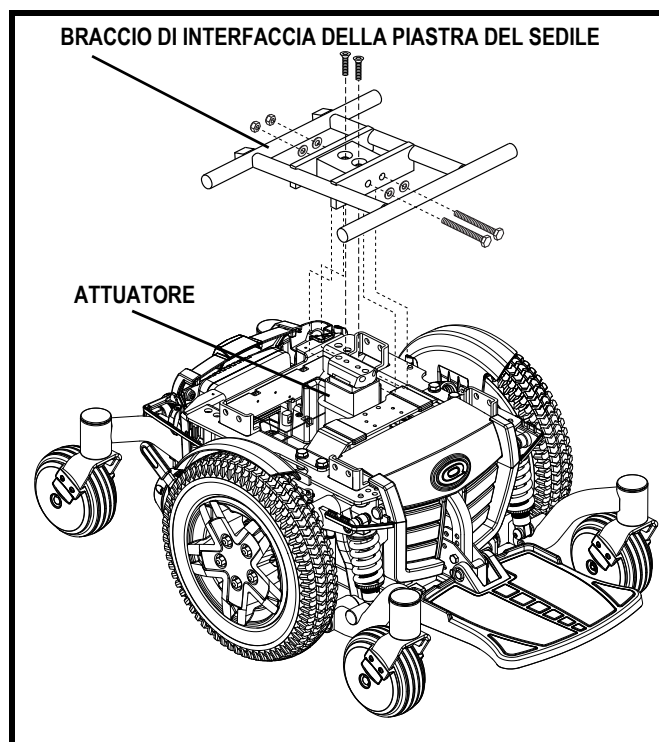

Figura 14. Attuatore sedile elettrico
1. Posizionare il braccio di interfaccia della piastra del sedile sull'attuatore. **Vedere la figura 14.**